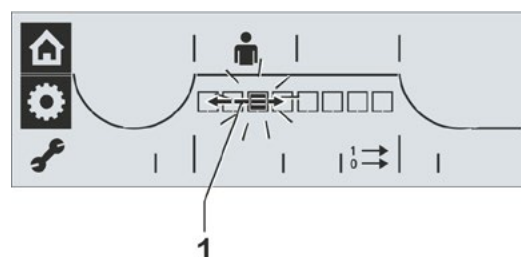

Bild 2: Välj signaluppsättning
Det svarta segmentet, som visar vald signaluppsättning, blinkar (bild 2).
- Vrid styrknappen och välj önskat signaluppsättning (bild 2, pos. 1).